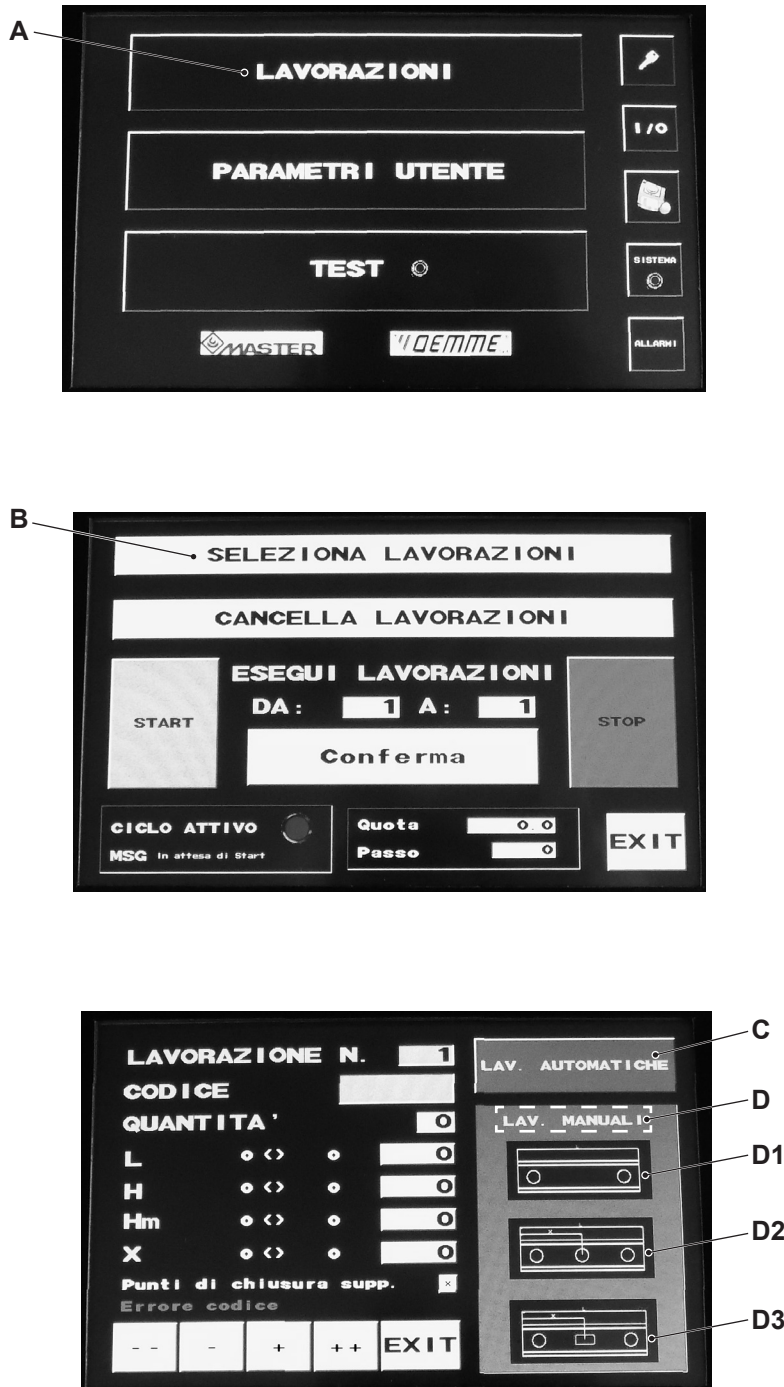
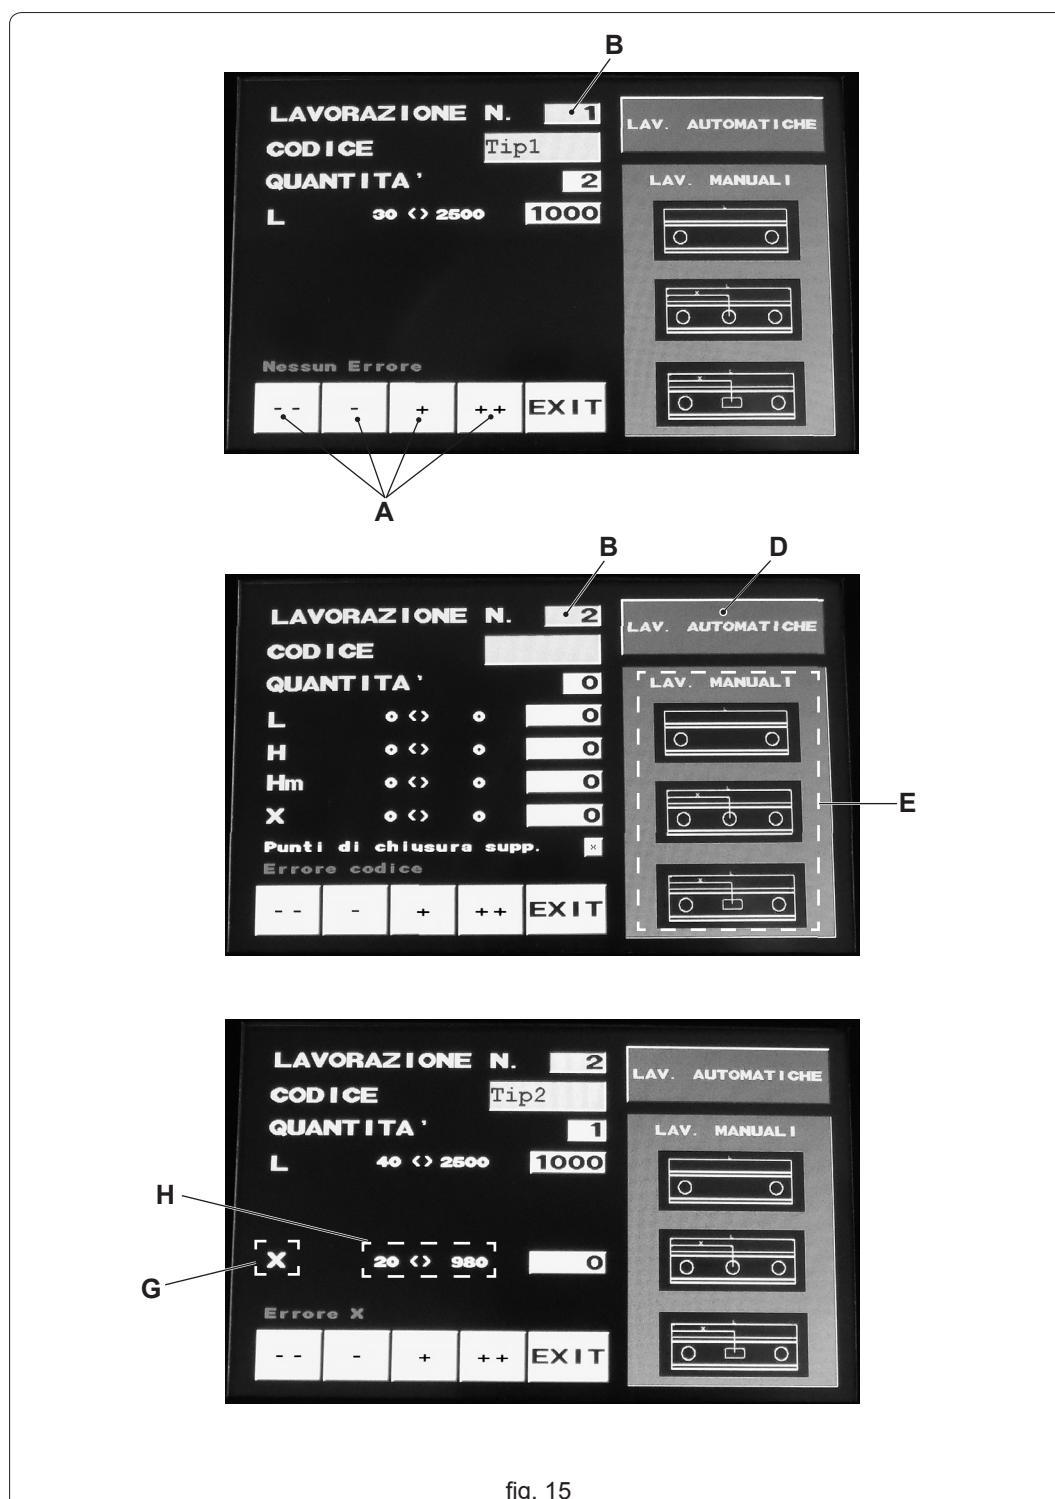
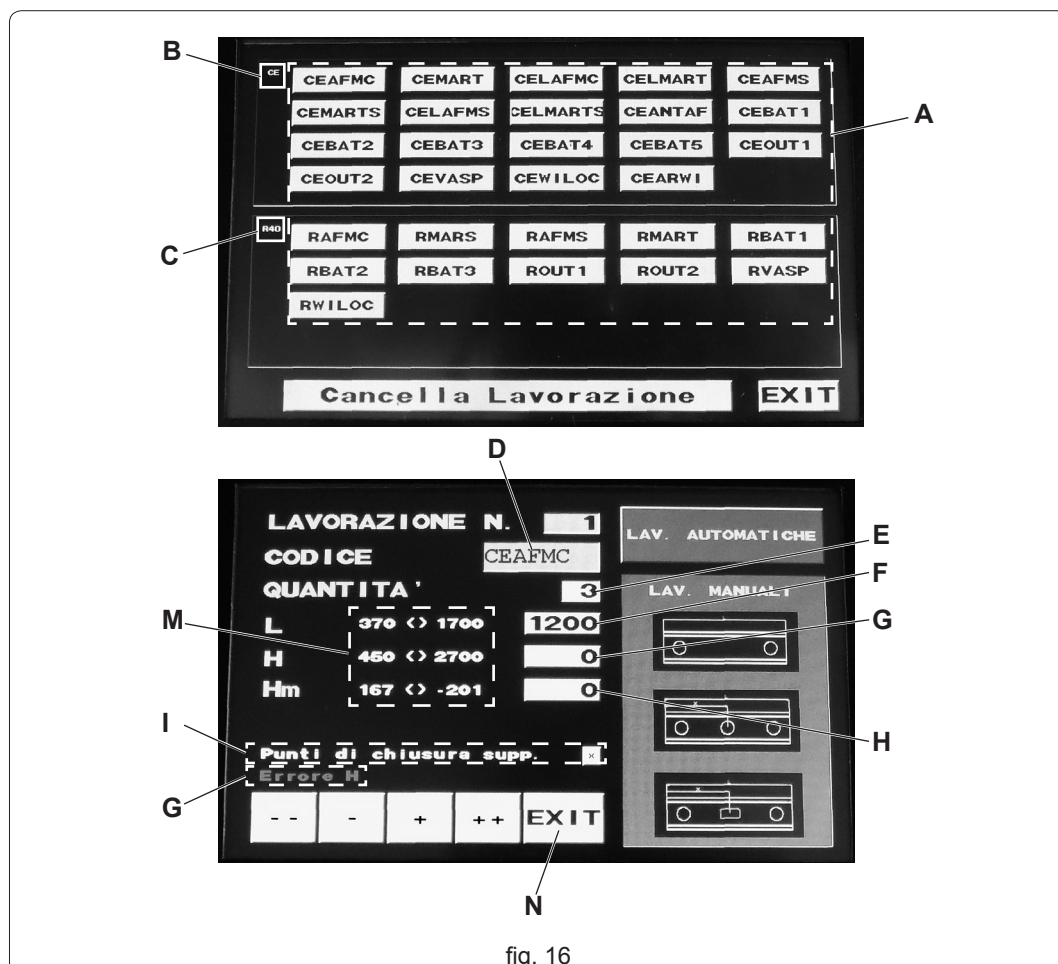

fig. 13
fig. 15
fig. 16
Toccare il riquadro "LAVORAZIONI" (fig. 13 rif. A).
Toccare il riquadro "SELEZIONA LAVORAZIONI" (fig. 13 rif. B).
Toccare il riquadro "LAV. AUTOMATICHE" (fig. 13 rif. C) se si vuole entrare nel menù di tipologie già predefinite dalla Master, oppure toccare uno dei riquadri della sezione "LAV. MANUALI" (fig. 13 rif. D) con raffigurate le tre tipologie (fig. 13 rif. D1-D2-D3) preimpostate.
Se si desidera continuare con l'edizione di un'altra/altra lavorazione/i toccare il riquadro "+" (fig. 15 rif. A): l'indicatore "LAVORAZIONE N." (fig. 15 rif. B) avanzerà di un'unità (fig. 15 rif. C) e l'operatore ripeterà una nuova edizione scegliendo tra lavorazioni automatiche (fig. 15 rif. D) o manuali (fig. 15 rif. E), a seconda delle esigenze, ed immettendo i dati che il software richiederà.
Nell'ambito della scelta delle lavorazioni manuali, se si dovesse selezionare la tipologia 2 (fig. 13 rif. D-2) o 3 (fig. 13 rif. D-3), il software aggiunge la variabile "X", da digitare nel relativo riquadro bianco, relativa alla quota del foro o dell'asola intermedi. In corrispondenza della variabile "X" vi è l'indicazione della misura minima e massima (fig. 15 rif. H) consentita (espressa in millimetri) in funzione della misura "L" inserita in precedenza.
Durante l'editazione di lavorazioni vi è la possibilità di memorizzare, oltre alle tre tipologie manuali, anche quelle automatiche (fig. 16 rif. A) toccando il riquadro "LAV. AUTOMATICHE" (fig. 13 rif. C).
Le lavorazioni automatiche sono suddivise tra asta tipo "CE" (fig. 16 rif. B) e tipo serie "R40" (fig. 16 rif. C).
Toccare il riquadro corrispondente alla tipologia prescelta: nel riquadro "CODICE" compare il nome (fig. 16 rif. D).
- "QUANTITÀ" (fig. 16 rif. E) di aste da lavorare (max. 99 per lavorazione)
- larghezza "L" (fig. 16 rif. F) dell' anta
- altezza "H" (fig. 16 rif. G) dell' anta
- altezza posizione maniglia "Hm" (fig. 16 rif. H)
- selezionare o deselezionare la voce "Punti di chiusura supp." (fig. 16 rif. I)
Finchè i parametri non sono stati inseriti tutti (e in modo corretto), il sistema avvisa con una scritta rossa in fondo allo schermo (fig. 16 rif. L).
In corrispondenza dei parametri "L", "H" e "Hm" vi sono le indicazioni delle misure minima e massima (fig. 16 rif. M) consentite (espressa in millimetri).
Se i parametri sono stati tutti inseriti e senza errori, la scritta in fondo allo schermo (fig. 16 rif. L) diventa verde con scritto "Nessun Errore".
Eseguita la quantità di lavorazioni desiderate, toccare il riquadro "EXIT" (fig. 16 rif. N) per uscire: compare sul video la domanda "Salvare?".